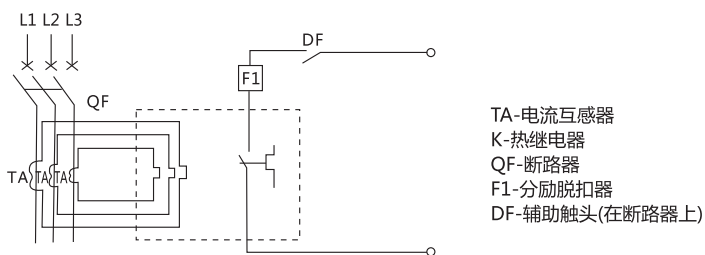

图10 热过载长延时脱扣器原理图
6.5 过电流脱扣器热-电磁式过电流脱扣器具有过载长延时和短路瞬时保护功能。电磁式短路瞬时过电流脱扣器是由拍合式电磁铁组成，主回路母线穿过铁心，当发生短路时，由拍合式衔铁动作，使断路器(限流断路器)断开(如图5b)、图5c)所示)。出厂时，过电流瞬动整定倍数已调整完毕，用户不得自行调节。热式长延时过电流脱扣器是由速饱和电流互感器与带温度补偿的热继电器组成。当有过载电流发生时，热继电器中的动合触头闭合使分励脱扣器动作，从而使断路器(限流断路器)分断。速饱和互感器与热继电器的接线原理，热继电器与分励脱扣器的联接原理见图10。